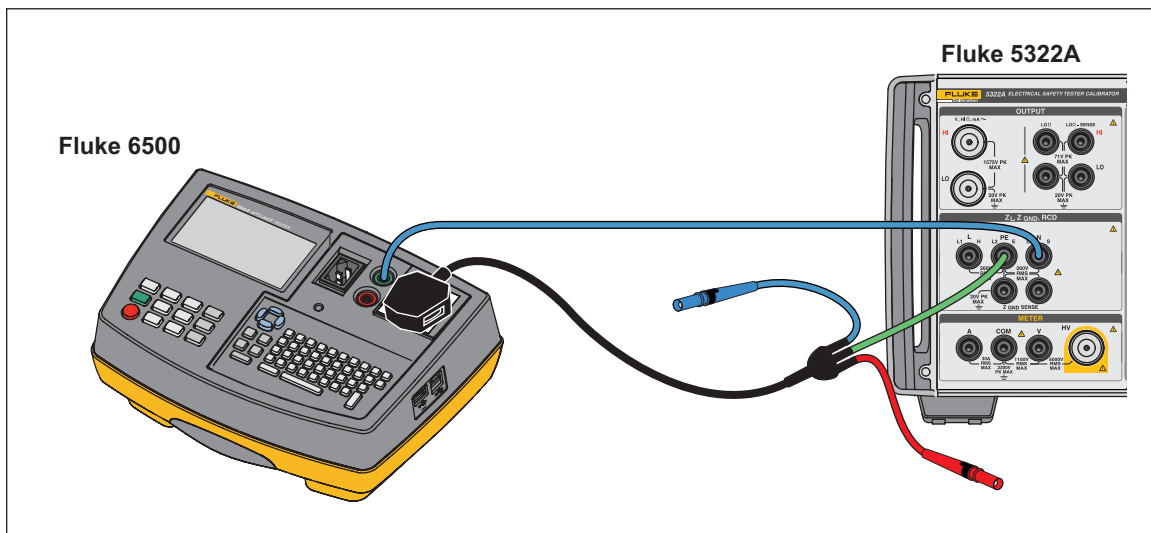
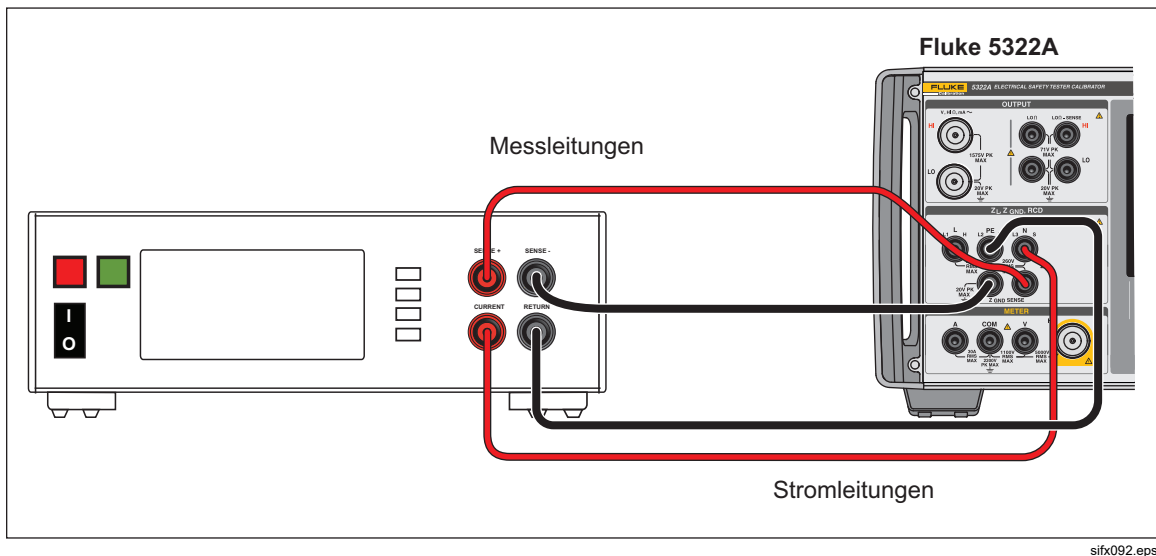

Abbildung 42. Kalibrierung der Funktion „Erdleitungswiderstand (GBR)“ am Fluke 6500 mithilfe des Kabeladapters
Abbildung 43. Kalibrierung der Funktion „Erdleitungswiderstand (GBR)“ an einem ortsfesten Erdungsmessgerät
2. Schließen Sie das DUT an die Anschlüsse PE und N im Bereich Z_{GND} des Produkts an, wie in Abbildung 42 und Abbildung 43 dargestellt.
2. Schließen Sie das Produkt wie in Abbildung 43 dargestellt an.